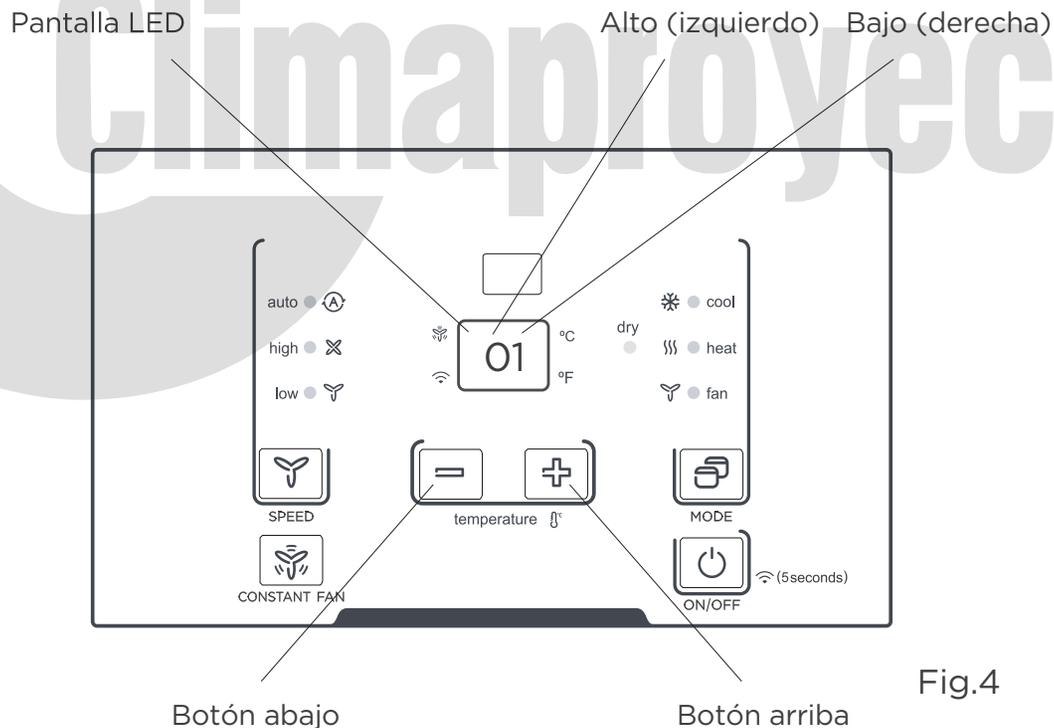

Fig.4
- Pulse los botones arriba y abajo a la vez durante 3 segundos para activar las configuraciones de los interruptores DIP por control del panel (ver Fig.4).
- Visualización de los ajustes de función con 2 dígitos en la pantalla LED, alto (izquierdo) para los interruptores DIP, bajo (derecha) para las funciones (ver Fig.4).